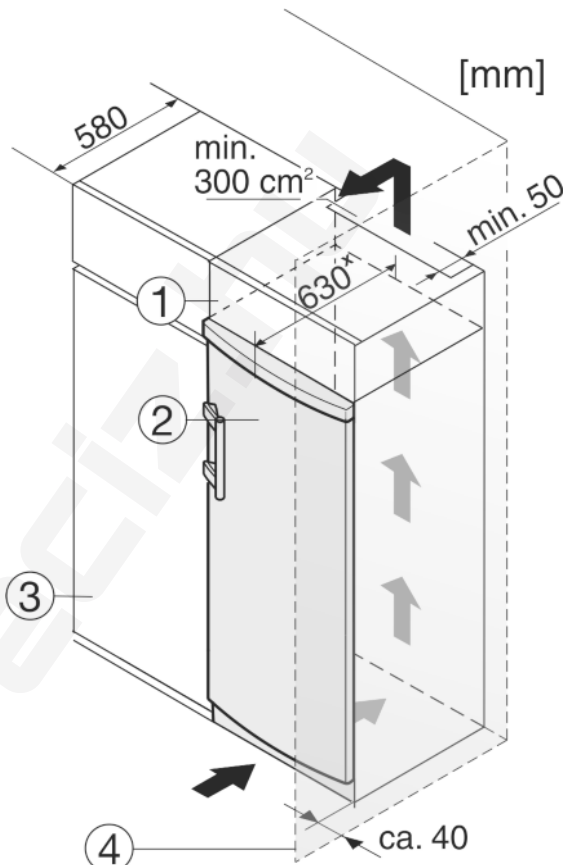

Fig. 10
- (1) Rátét szekrény
- (2) Berendezés
- (3) Konyhaszekrény
- (4) Fal
A készüléket körbe lehet építeni konyhaszekrényekkel. Rá lehet szerelni egy rátét szekrényt Fig. 10 (1), hogy a készüléket Fig. 10 (2) a konyhabútorok magasságához igazítsa.
Ha a berendezést (max. 580 mm mélységű) konyhaszekrényekkel építi körül, akkor közvetlenül a konyhaszekrény Fig. 10 (3) mellett is felállíthatja. A készülék oldalirányban 34 mm ^x, a közepétől pedig 50 mm ^x távolságban nyúlik túl a konyhaszekrény előlapjához képest.
Mikor a berendezést a csuklópántokkal egy fal *Fig. 10 (4)* mellett állítja fel, akkor a berendezés és a fal közti távolság legalább 40 mm legyen. Ez nyitott ajtó esetén megfelel a fogantyú túlnyúlásának.